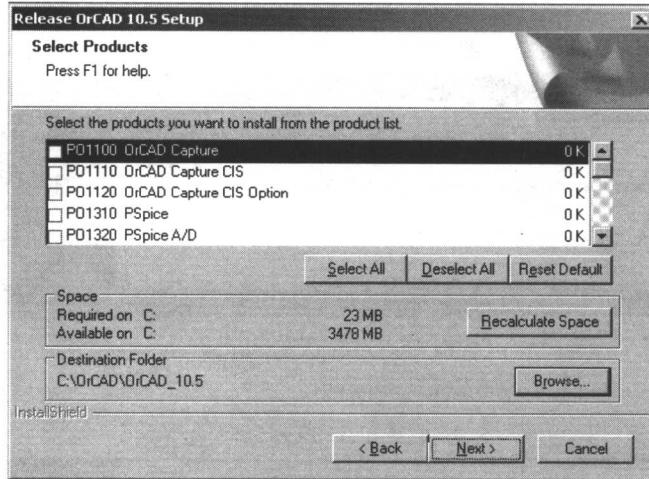

图 1.2.10 安装产品选择对话框
(7)在弹出的如图 1.2.10 所示的安装产品选择对话框中,勾选需要安装的产品,点击“Next”按钮。